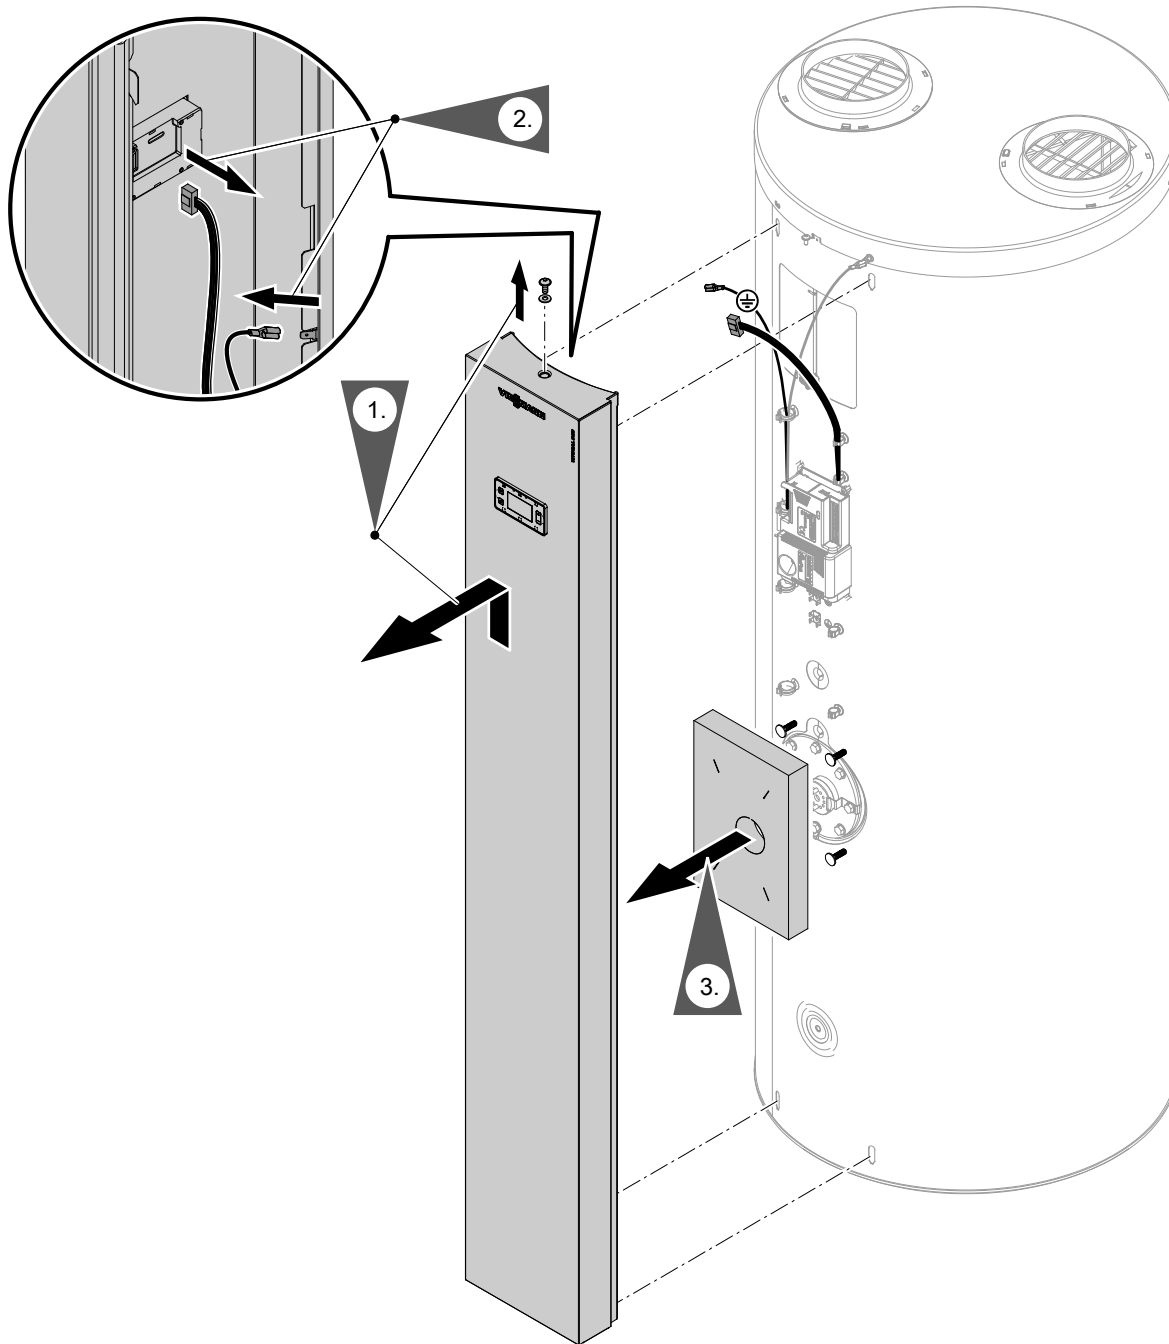

Abb. 26
3. Frontblende abbauen. Siehe Abb. 26.
2. Frontblende abbauen. Siehe Abb. 26, Seite 40.